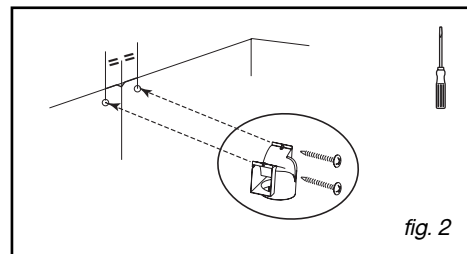

fig. 2
- Fixez contre le mur, en appui sur le plafond, le déflecteur plastique de fumée avec les deux vis (fig. 2). Prendre soin de centrer le déflecteur par rapport au trait vertical tracé sur le mur (fig. 2).